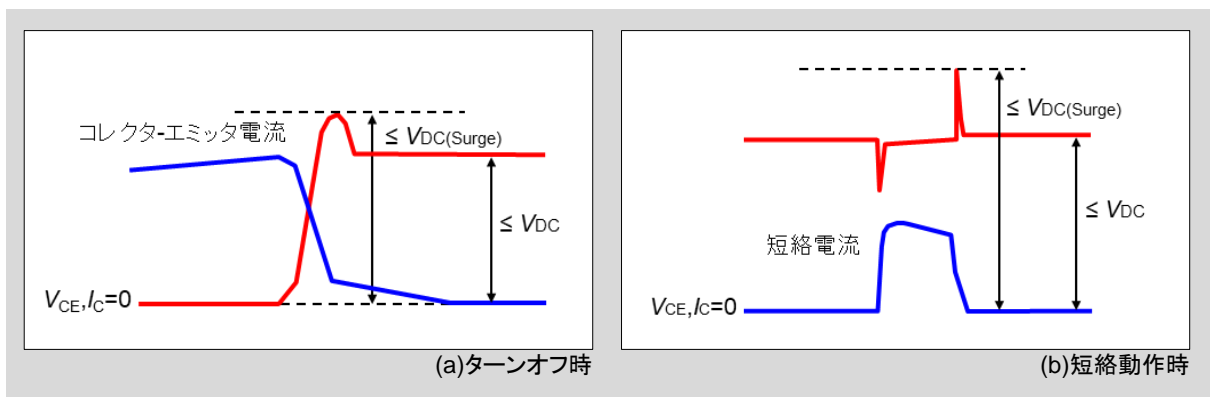

図1-7 コレクタ-エミッタ電圧
動作時、P-N(U, V, W)間印加電圧は通常ハイサイドもしくはローサイドのどちらかに加わります。そのため、P-N(U, V, W)間印加電圧は、IGBTの絶対最大定格を超えてはいけません。詳細は図1-7に動作波形を示します。
- 図1-7に(a)ターンオフ時および(b)短絡動作時の波形を示します。(a)と(b)の $V_{DC(Surge)}$ は異なるため、 V_{DC} は上記の動作モードを想定して設定する必要があります。